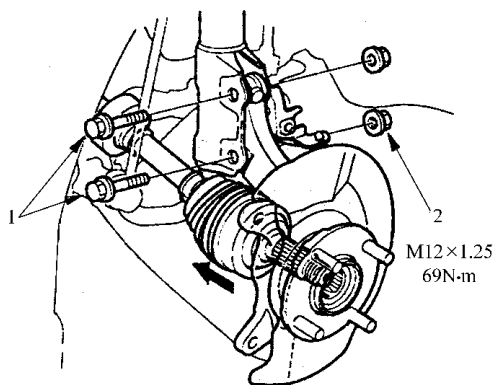

图 6-20 拆卸减振器夹紧螺栓和螺母
14) 如图 6-20 所示,夹住螺母,松开减振器夹紧螺栓,拆卸螺栓和螺母。